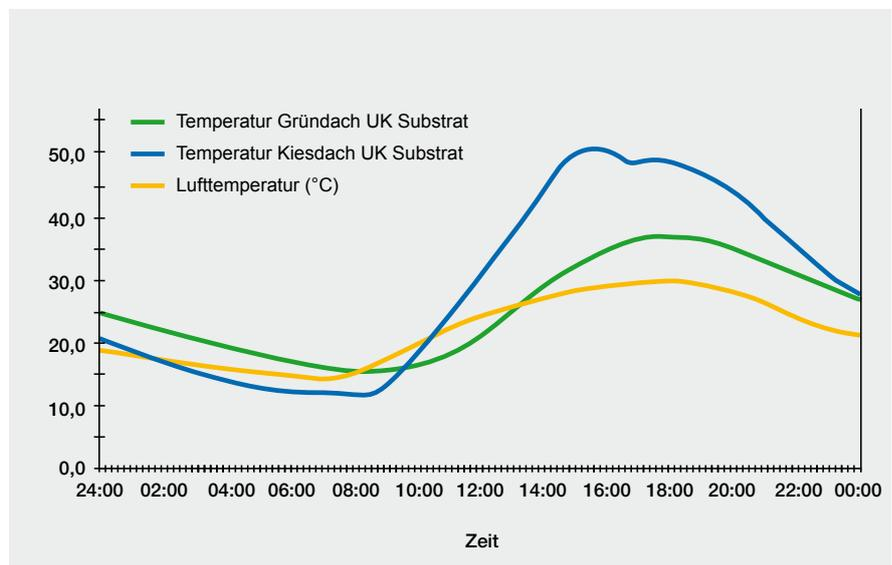

Abb. 2: Vergleich Temperatur Gründach/Kiesdach (10. August 1997)
(Abb. 2)
**Abb. 2:** Beispiel Wandanschluss\*: Bei Wandanschlüssen fordern die Flachdachrichtlinien bei Dachneigungen bis 5° mind. 15 cm und bei Dachneigungen über 5° mind. 10 cm Anschlusshöhe über Oberfläche Belag oder Kiesschüttung.